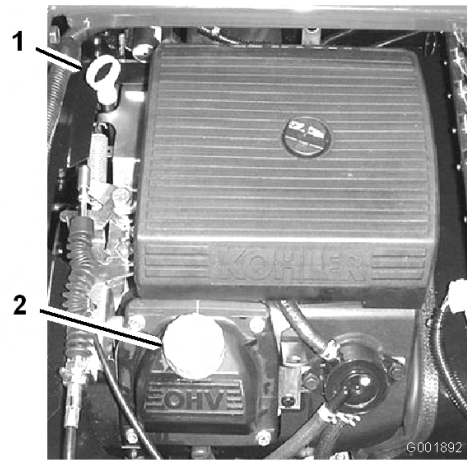

図 46
2. ディップスティックを抜き、ウェスで一度きれいに拭く (図 46)。ディップスティックを、チューブの根元までもう一度しっかりと差し込む。引き抜いて油量を点検する。
3. オイルの量が不足している場合は、バルブ・カバーについている補給口のキャップ (図 46) を取り、ディップスティックの FULL マークまで補給する。補給するときは、ディップスティックで確認しながら少量ずつ入れる。入れすぎはよくない。
8. 所要量の約 80% のオイルを補給口から入れる (図 46)。